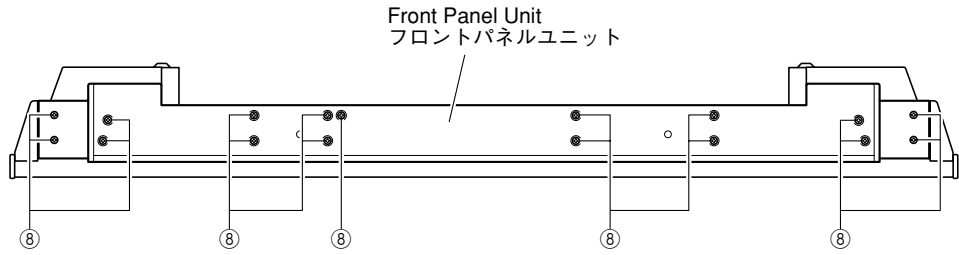

Fig. 7
- Remove 17 screws (8). (Fig. 7)
- ⑧のネジ 17本を外します。(Fig. 7)